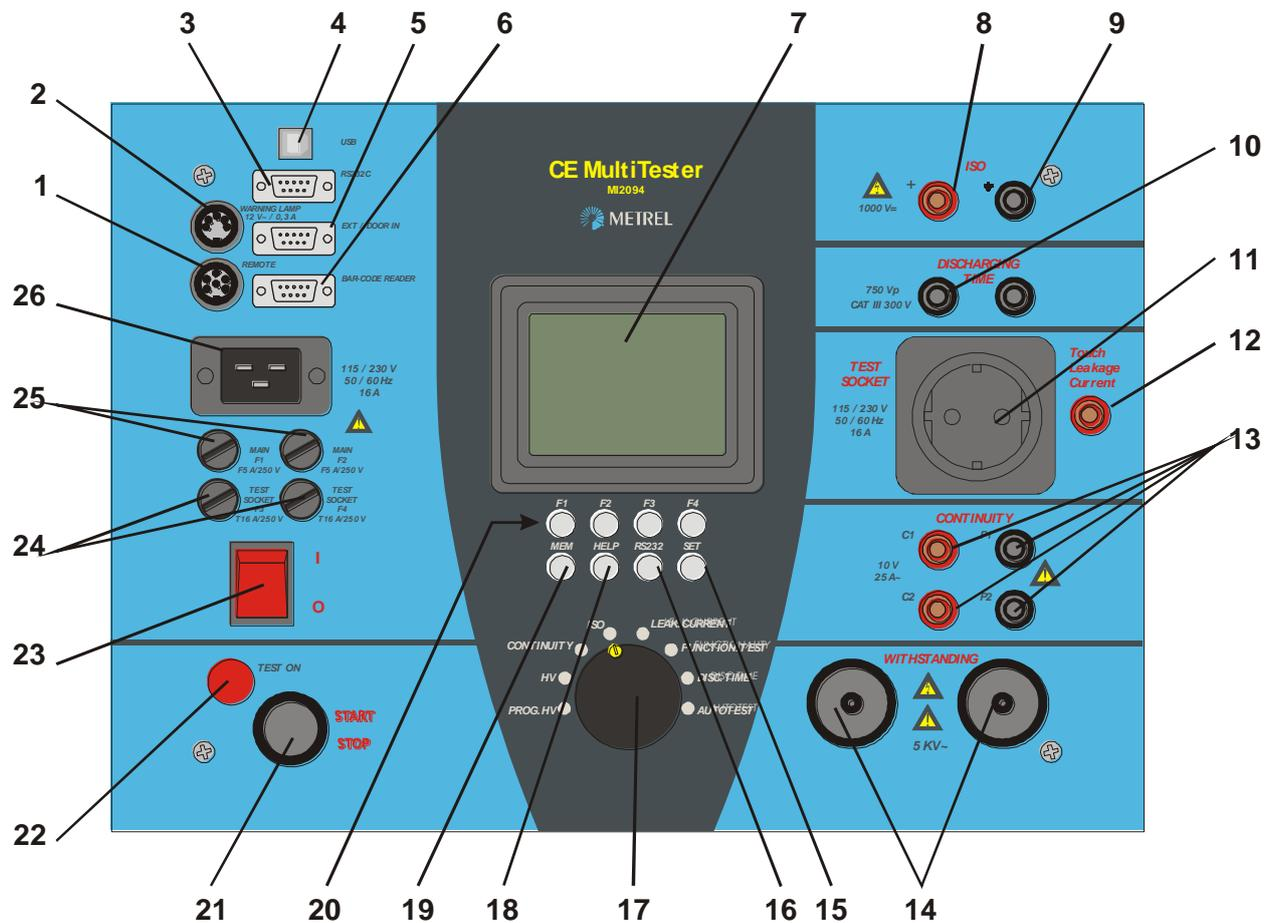

Fig.1. Panneau de commande
<p>Test de fonctionnement</p> 	<p>Après avoir appuyé sur le bouton START/STOP une tension dangereuse est présente dans la prise de test (fig.1, pos. 11).</p>